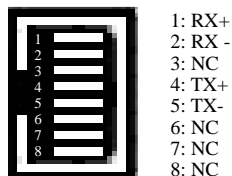

图 2-4 E1 线接口定义
- ① 如果您需要自己制作 E1 线，请依据“图 2-4 E1 线接口定义”进行。